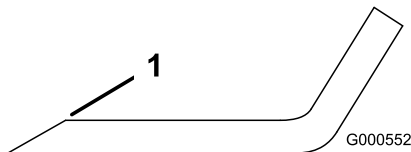

Figura 77
1. Utilice una lima para afilar el filo de corte en ambos extremos de la cuchilla (Figura 77).
**Nota:** Si la cuchilla no está equilibrada, rebaje algo el metal en la parte de la vela solamente (Figura 77).